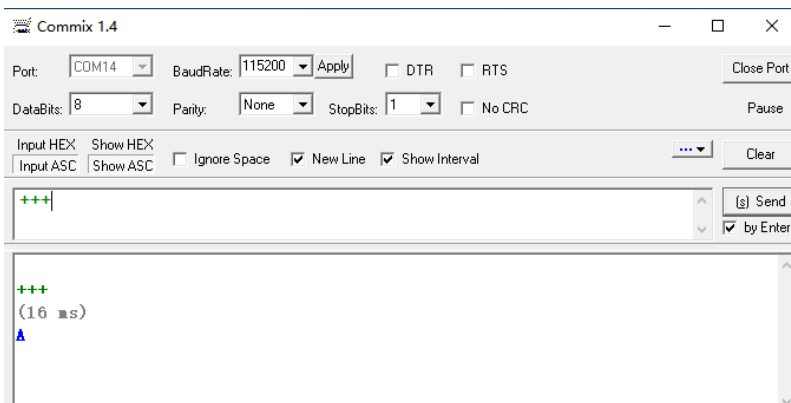

图 7-6 “+++” 命令发送界面
1) 在 **Commix** 上输入“+++”，模块在接收到“+++”后返回一个确认码“**A**”；如图 7-6 所示。